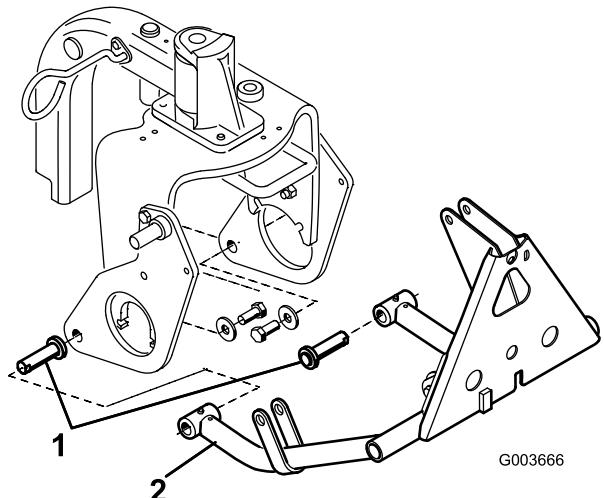

Figura 8
3. Insira um pino do cilindro em cada tubo do braço como indicado em Figura 8.
4. Insira os tubos dos braços nas placas do arado direito e esquerdo alinhando os guias dos pinos do cilindro com os orifícios nas placas do arado (Figura 8).
5. Monte cada pino do cilindro em cada uma das placas do arado com um parafuso ($5/8 \times 1\text{-}1/2$ pol.) e uma anilha (1.68 O.D. x .65 I.D.) como indicado em Figura 8. Aperte o parafuso a 203 Nm.